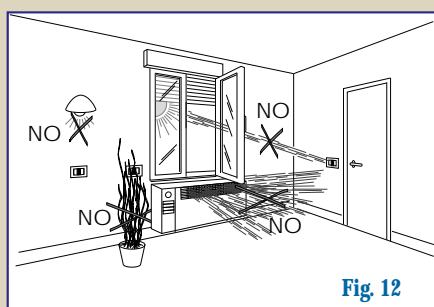

Fig. 12
- Non esporre il sensore alla luce di lampade o alla luce solare diretta (Fig. 12)
- Non sottoporre il sensore all'azione diretta di fonti di calore (Fig. 12).